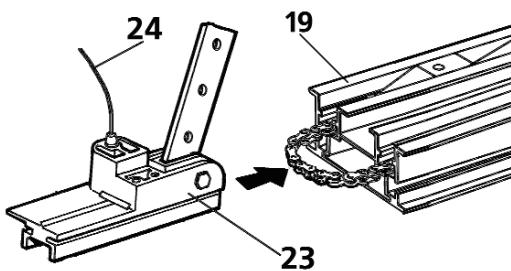

Рисунок 7
5. Вставить ползун (23) в рейку (19) (рис.7);